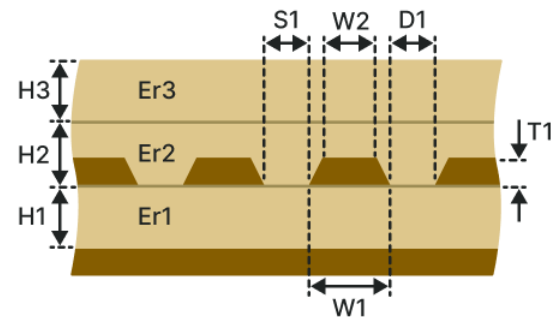

Рис. 188 Копланарная дифференциальная заглубленная ЛП с опорным слоем (КДЗОС-1Н2В)
- Копланарная дифференциальная заглубленная ЛП с опорным слоем (КДЗОС-1Н2В), см. Рис. 188.